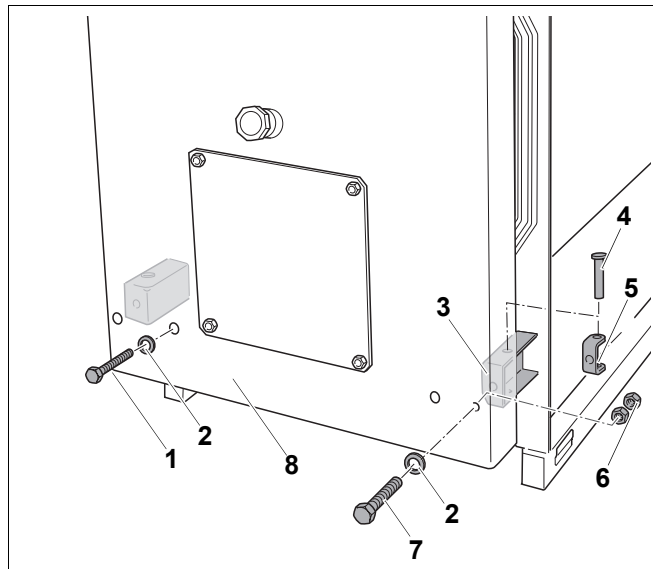

Рис. 6 Снятие нижних шарниров
- Отверните болт M16 (рис. 6, **поз. 7**) нижнего правого шарнира (рис. 6, **поз. 3**) так, чтобы шарнирная ось (рис. 6, **поз. 4**) свободно перемещалась.
- Выньте шарнирную ось (рис. 6, **поз. 4**) из шарнирной вилки (рис. 6, **поз. 5**).
- Выверните болт M16 (рис. 6, **поз. 7**) из вилки шарнира (рис. 6, **поз. 5**).
- Отверните 2 законтренные гайки M16 (рис. 6, **поз. 6**) и выньте болт M16 (рис. 6, **поз. 7**) из двери котла (рис. 6, **поз. 8**).
- Выверните болт M12 (рис. 6, **поз. 1**) из резьбового отверстия в передней стенке котла и выньте его из двери (рис. 6, **поз. 8**).